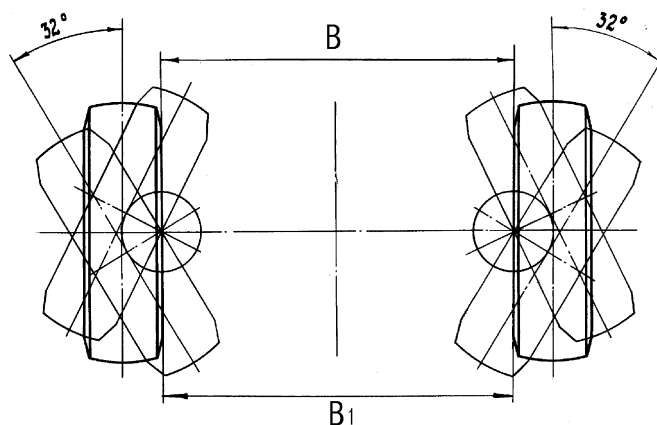

Рис. 57. Установка управляемых колес
Регулирование схождения передних колес. Схождение передних колес проверять при номинальном давлении воздуха в шинах замером разности расстояний В₁ и В (рис. 57) по бортам ободьев колес. Порядок проверки:
- раздвижной линейкой замерить расстояние В₁ между бортами ободьев колес в задней части на уровне центров колес, и отметить места замеров. Перекатить автомобиль, чтобы отмеченные точки оказались впереди, и замерить расстояние В. Спереди расстояние должно быть на 1-3 мм меньше чем сзади. Если разность расстояний В₁ и В выходит за вышеуказанные пределы, то регулировать схождение колес изменением длины поперечной рулевой тяги, ослабив затяжку болтов наконечников тяги рулевой трапеции. Отрегулировав схождение, затянуть болты наконечников тяги. Углы поворота ограничиваются постоянными нерегулируемыми упорами, величина их указана на рис. 57.